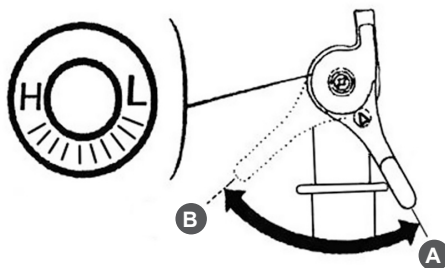

Рис. 17 Положения рычага газа
5. Переведите рычаг газа 6 на 1/3 хода в сторону положения максимальных оборотов двигателя (Рис. 17).